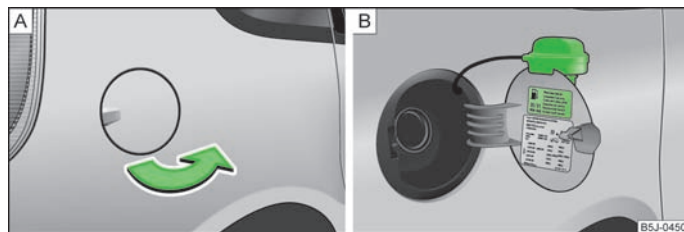

Fig. 112 Parte trasera del vehículo, lado derecho: Tapa del depósito/tapa del depósito con el tapón desenroscado
En un adhesivo pegado en el lado interior de la tapa del depósito se indican el tipo adecuado de combustible para su vehículo, así como el tamaño de neumático y la presión de inflado del mismo » fig. 112 - .
- Abrir la tapa del depósito de combustible con la mano » fig. 112 - .
- Desenroscar hacia la izquierda el tapón de cierre del depósito y colocarlo desde arriba en la tapa del depósito » fig. 112 - .